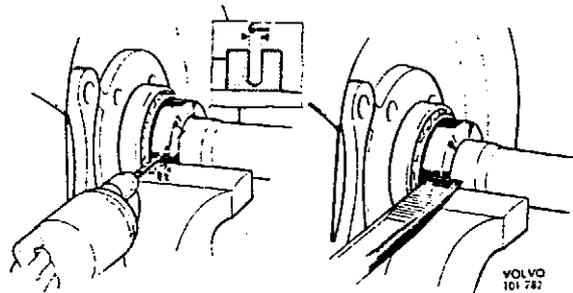

Abb. 21. Sprengen des Sicherungsringes
6. Im Sicherungsring ein Loch von  $\varnothing$  6 mm ausbohren (Abb. 21). Das Loch nicht zu tief bohren, damit die Welle nicht beschädigt wird. Sicherungsring mit einem Trennmeißel sprengen. Zur **Beachtung!** Den Meißel dabei an der Außenkante des Ringes ansetzen, um nicht das Lager zu beschädigen, falls dieses wieder verwendet werden soll. Schraubstock entspannen und Welle abnehmen. Gesprengten Sicherungsring entfernen.